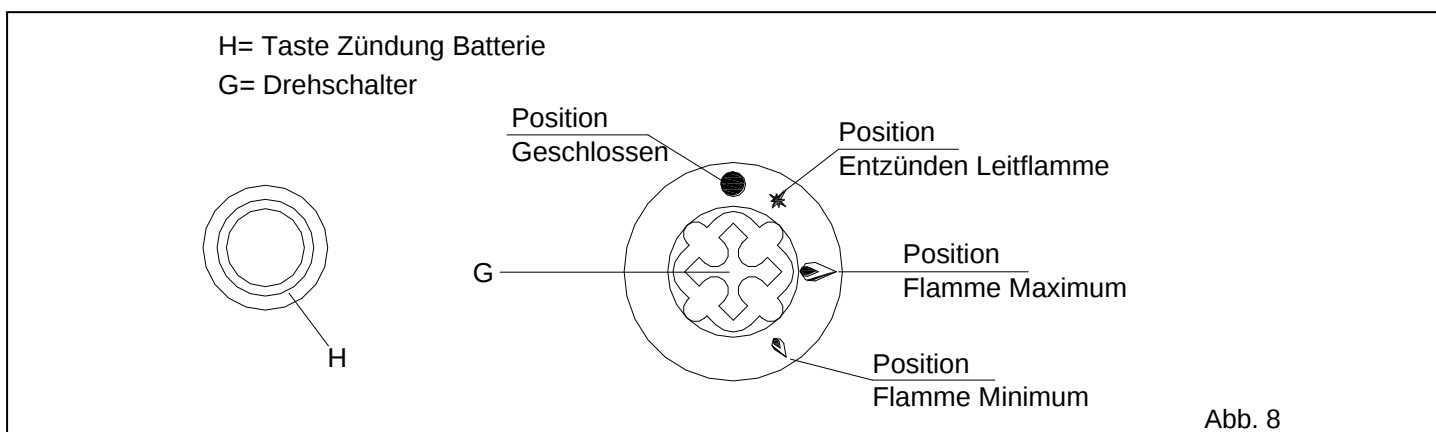

Abb. 8
6.2 Zündung des Wachflammenbrenners (Abb. 8)